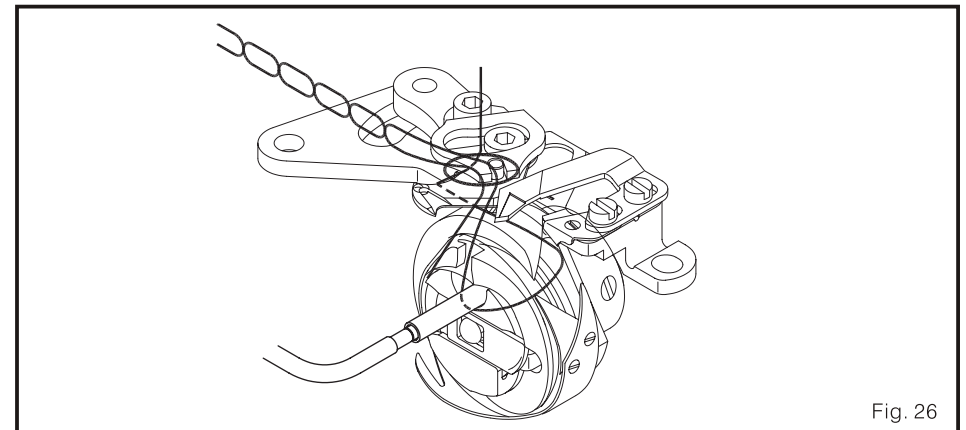

Fig. 26
- (9) neste momento, puxe a leva ligeiramente para o direito, e gire para o direção da seta até que a leva não pode mover.
- (10) temporariamente ajuste o segundo parafuso da leva.
- (11) confirma a coisa seguinte:
- (12) assegure o segundo parafuso da leva.
- (13) assegure o parafuso fixo, depois que o anel fixo da leva possa chegar perto do a pessoa mencionado leva.
- (14) NOTIFICAÇÕES:
- b. por favor confirma que a faca móvel apanha as fios corretamente goste para isto é mostrado na figura. (Fig. 26)